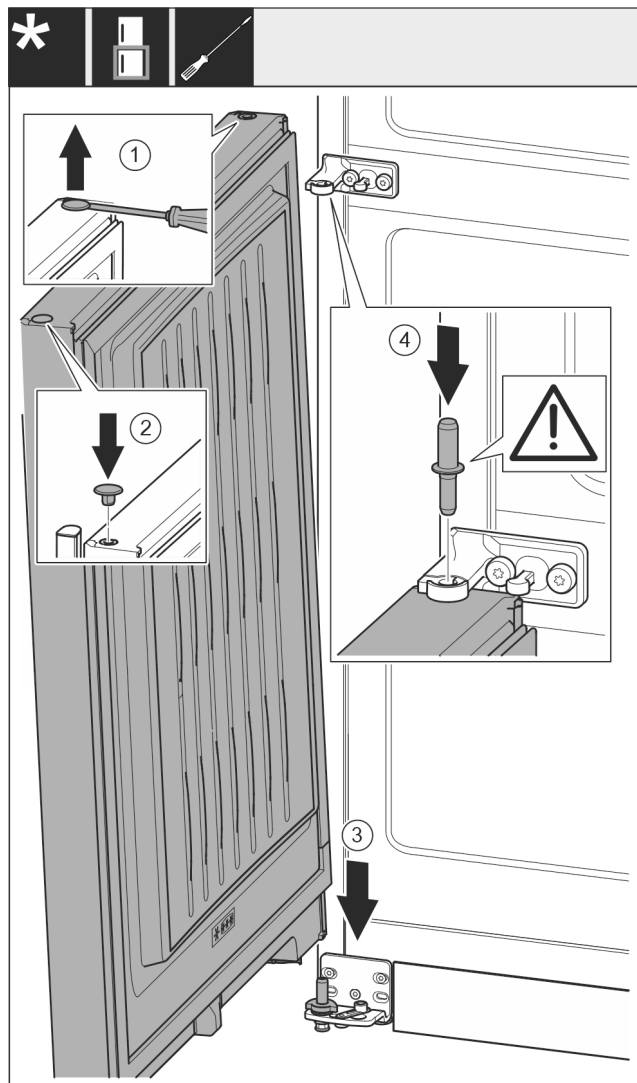

Fig. 29
- ▶ Plochým skrutkovačom opatrne nadvihnite a vyberte zátku. Fig. 29 (1)
- ▶ Zátku opäť nasadíte na druhú stranu dverí. Fig. 29 (2)
- ▶ Dvere nasadíte zhora na dolný ložiskový čap. Fig. 29 (3)
- ▶ Ložiskový čap v strede nasadíte cez ložiskovú konzolu v strede do dolných dverí. Dbajte pritom na to, aby zaisťovací doraz ukazoval smerom dozadu. Fig. 29 (4)